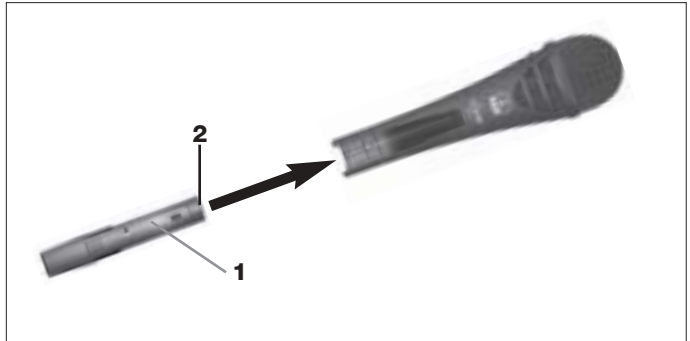

Fig. 7 : Montage du module émetteur
- Voir Fig. 7
- Maintenez le module émetteur (1) les contacts (2) orientés vers le micro.
- Enfoncez le module émetteur (2) dans le corps du micro jusqu'à ce que vous entendiez le déclic.